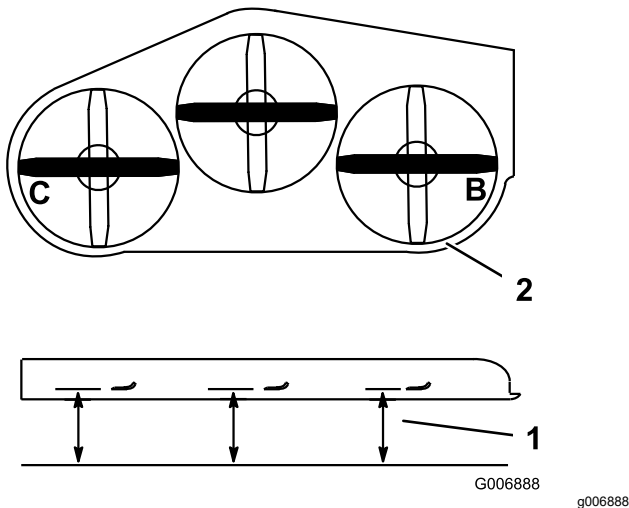

Figure 80
4. Aux points **B** et **C**, mesurez l'écart entre une surface plane et le tranchant de la pointe des lames (Figure 80).